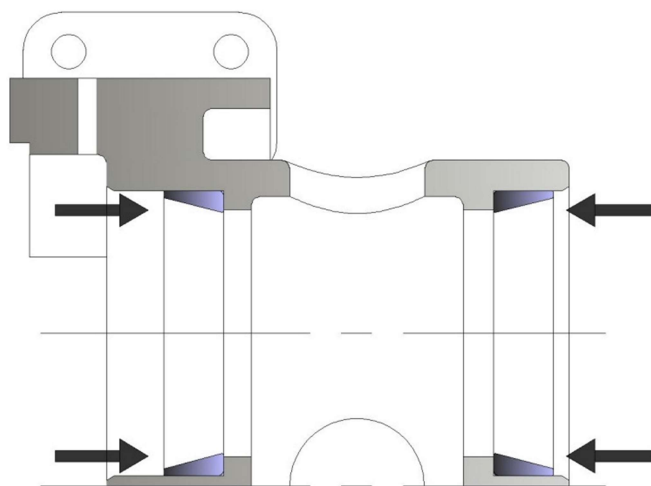

Abbildung 35 - Äußere Lagerschalen einpassen
- Die äußeren Lagerschalen vorne (5) und hinten (4) in das Lagergehäuse einpressen (Abbildung 35), bis sie gegen die Schulter des Lagergehäuses stoßen.